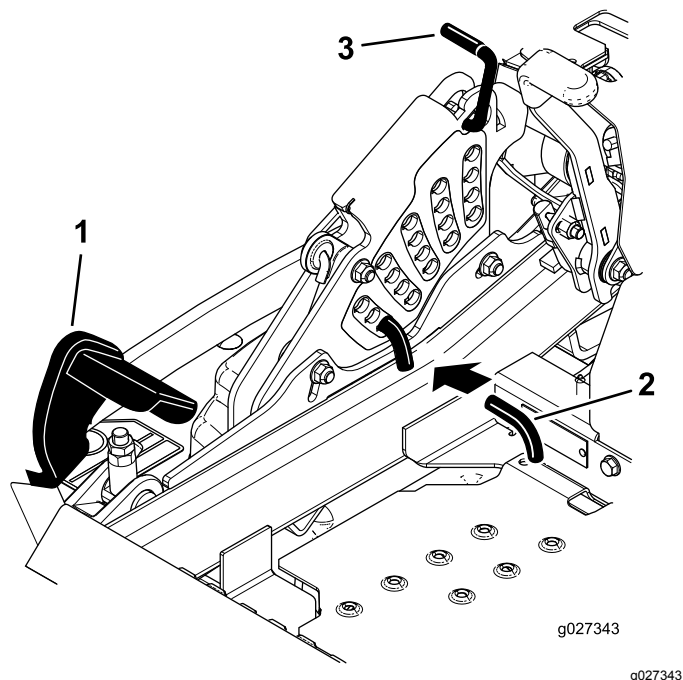

Figure 30
- Appuyez sur la pédale de levage du tablier avec le pied et levez le tablier en position de transport (qui est aussi la position de hauteur de coupe de 140 mm [5,5 po]), comme montré à la Figure 30.
- Pour changer de hauteur de coupe, tournez la goupille de 90 degrés retirez-la du support de hauteur de coupe (Figure 30).
- Placez la goupille dans le trou du support correspondant à la hauteur de coupe voulue (Figure 30).